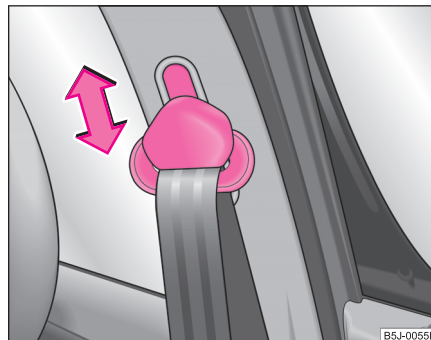

Fig. 123 Asiento delantero: ajuste de la altura del cinturón
- Para el ajuste, presionar el herraje de inversión y desplazarlo hacia arriba o hacia abajo ⇒ fig. 123.